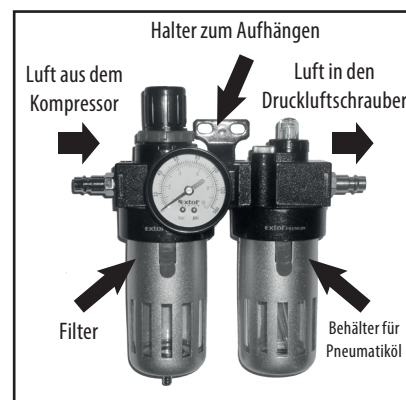

Abb.12
2. Schließen Sie an den Eingang der Aufbereitungsanlage über einen Schlauch die Luft aus dem Kompressor an. Schließen Sie an den Ausgang der Aufbereitungsanlage einen Luftschlauch an und diesen an den Lufteingang an der Nietzange, siehe Abb. 12.